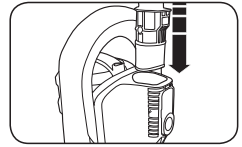

Fig. 1
1. Faites glisser la poignée dans les fentes situées sur le dessus de l'aspirateur jusqu'à ce que vous entendiez un clic d'enclenchement (Fig. 1).